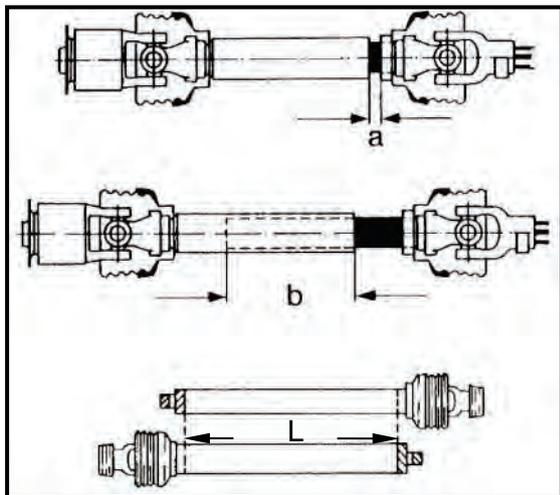

Fig. 41 Árbol articulado: distancias mínimas
El árbol articulado tiene la máxima longitud en su estado de suministro. De este modo es posible adaptar el árbol articulado a los tractores de los diferentes fabricantes (Fig. 41).
- En el estado de servicio más prolongado, se cubra al menos la mitad de la longitud  $L$  ( $b=250$  mm) de los tubos perfilados (Fig. 41);
- En el estado de servicio más corto, la distancia de seguridad con respecto al extremo de la horquilla de la articulación por crucetas asciende a " $a$ " = 25 mm (consulte también la Fig. 41).
- Asegúrese de que el árbol articulado garantice las distancias mínimas " $a$ " y " $b$ " (consulte la Fig. 41).